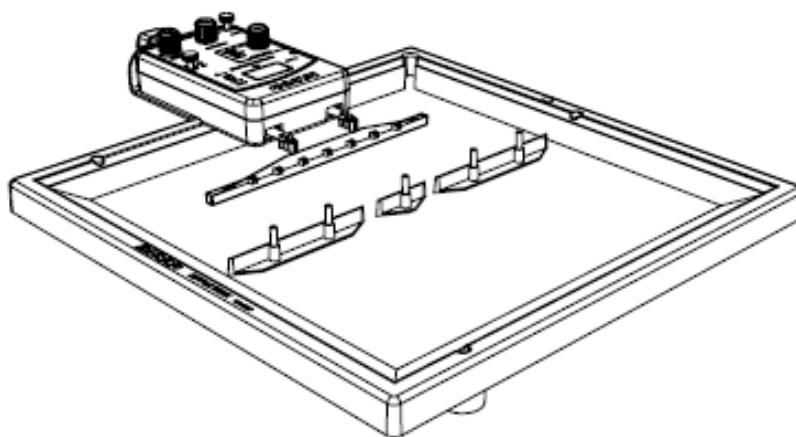

Figure 4.2: Position des barrières
1. Placer la petite barrière entre les 2 barrières plus longues sur l'eau de manière à former 2 ouvertures de 2cm de long. Placer les barrières parallèlement à l'excitateur d'ondes planes à environ 5cm comme indiqué sur la figure 4.2